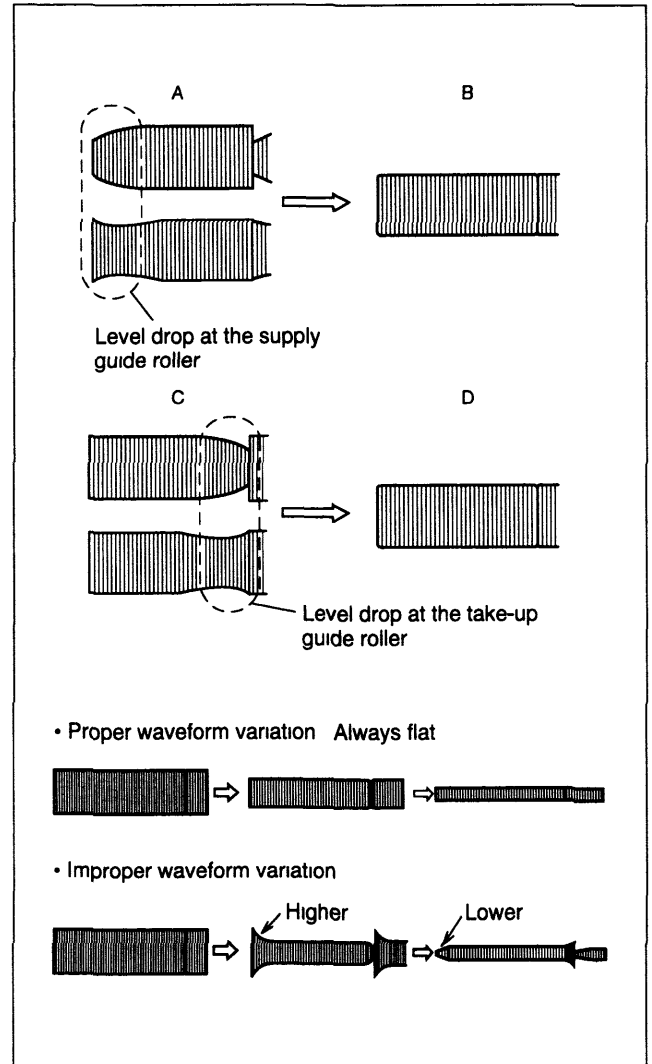

Fig. 2-4-3
- (6) Reduza a amplitude da forma de onda FM enquanto pressiona as teclas de canais (▲▼) durante reprodução. Se uma falha de nível for observada no lado esquerdo como mostrado na Fig 2-4-3 (A), gire o rolete guia do poste montado (pole base assy) (lado supply) com a chave de rolete para tornar a forma de onda de FM linear (B). Se uma falha de nível for observada no lado direito como mostrado na Fig 2-4-3 (C), gire o rolete guia do poste montado (lado take-up) com a chave de rolete para tornar a forma de onda de FM linear (D) (Fig 2-4-3).
- (7) Reproduza a fita de alinhamento (EP), certifique-se que a forma de onda de FM varie paralela e linearmente com o ajuste do tracking. Quando necessário, execute o ajuste fino do guia do rolete do poste (lado supply ou take-up).
- (8) Após o ajuste, aperte o parafuso na base do poste montado (tome cuidado para não apertar demais).
- (9) Após o aperto do parafuso, reproduza as fitas de alinhamento (SP) e (EP) novamente para certificar-se que a forma de onda de FM tenha variação correta.